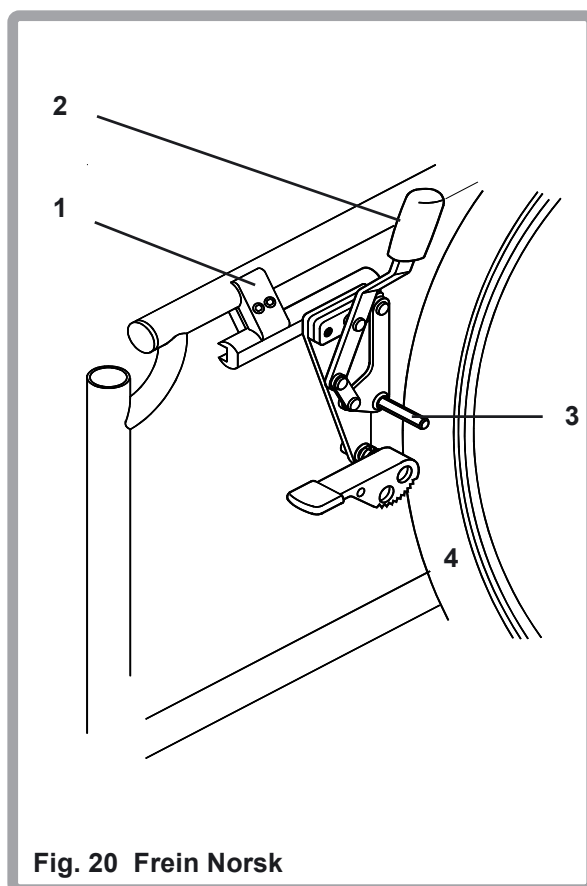

Fig. 20 Frein Norsk
Les freins en position haute à pousser sont montés sur le fauteuil Quickie RX/RXS Norsk version standard (Fig. 20). Le frein se monte sur un système de serrage (1) et est correctement réglé avant de quitter l'usine. Pour faire fonctionner le frein, pousser simplement le levier (2) vers l'avant jusqu'à sentir qu'il dépasse le centre et que la barre (3) bloque le pneu (4). Le levier (2) peut avoir une extension amovible qui peut être retirée pour laisser de l'espace pour les transferts latéraux. Lorsque le frein est appliqué, retirer l'extension du levier en la sortant du frein. La remettre lorsque vous êtes de nouveau installé. Elle est attachée par un cordon au frein et ne peut pas tomber.